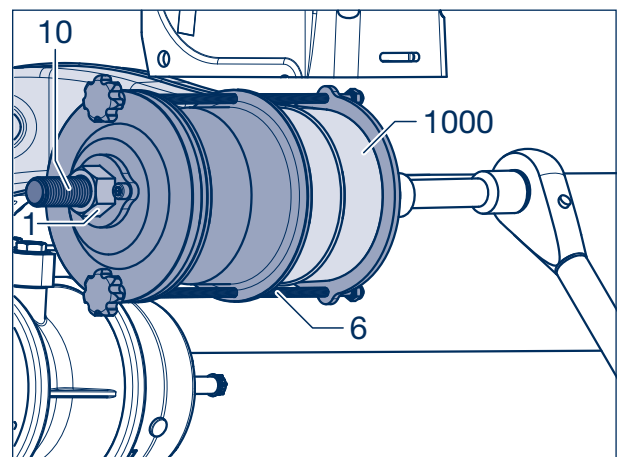

Imagen 5
- [19] Aflojar ligeramente las varillas roscadas (6) hasta que sea posible desplazar el dispositivo desde la parte delantera sobre el cabezal del brazo ballesta guía (1000). El embudo de inserción (5) se encuentra en el anillo (7).
- [20] Montar el dispositivo de introducción de forma que el centraje del plato de tracción (4) se encuentre en el ojo del brazo ballesta guía.
- [21] Apretar ligeramente las varillas roscadas (6).
- [22] Untar la barra de tracción (10) y la tuerca (1, SW 36, véase la imagen 5) con abundante grasa de lubricación y montaje de alta resistencia (p. ej., STABURAGS NBU30 PTM).
- [23] Introducir las arandelas (9) y el soporte de tracción (8) en la barra de tracción.
- [24] Introducir el casquillo de goma-acero (1005) con la flecha hacia arriba en el embudo de inserción (5).